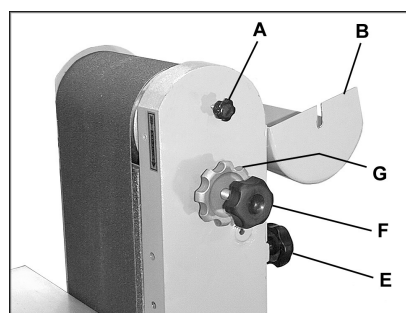

Fig 14
Die Schleifeinheit in vertikale Stellung bringen. Lösen Sie den Klemmgriff (A, Fig 14) und öffnen Sie die Rollenabdeckung (B).
Mittels Klemmgriff (E, Fig 14) die Bandspannung lösen.
Lösen Sie die Bandlaufklemmung (G, Fig 14).
Der Bandlauf lässt sich nun mit der Feineinstellschraube (F, Fig 14) korrigieren.